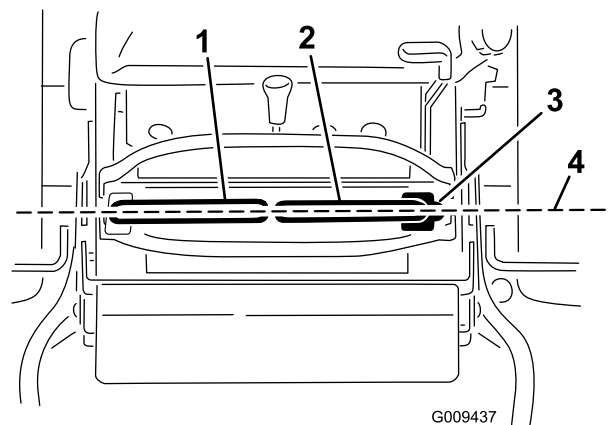

Figure 71
Important: Vérifiez que la correction directionnelle de la machine est correcte après avoir réglé les leviers de commande de déplacement. La procédure est identique pour régler la correction directionnelle et aligner les leviers de commande de déplacement longitudinalement (Figure 71).
1. Une fois l'alignement horizontal effectué, vérifiez l'alignement avant/arrière (Figure 71).